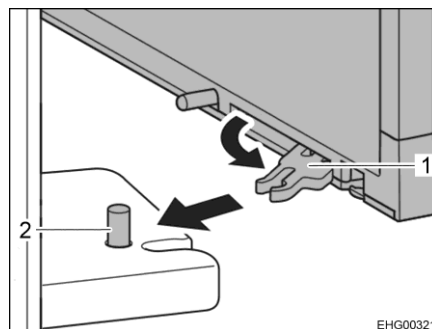

Fig. 91 Bloqueo de la puerta del frigorífico
- En el lado interior de la puerta del frigorífico plegar el separador (Fig. 91,1) arriba y abajo hacia fuera y tirarlos hacia delante.
- Dejar que cada separador engatille en el perno (Fig. 91,2) correspondiente.